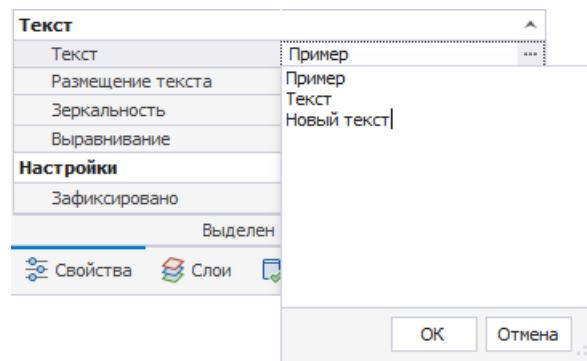

Рис. 329 Ввод текста
- Пункт «Текст», поле «Текст» - нажатие на строку вызывает окно отображения и ввода текста, Рис. 329.